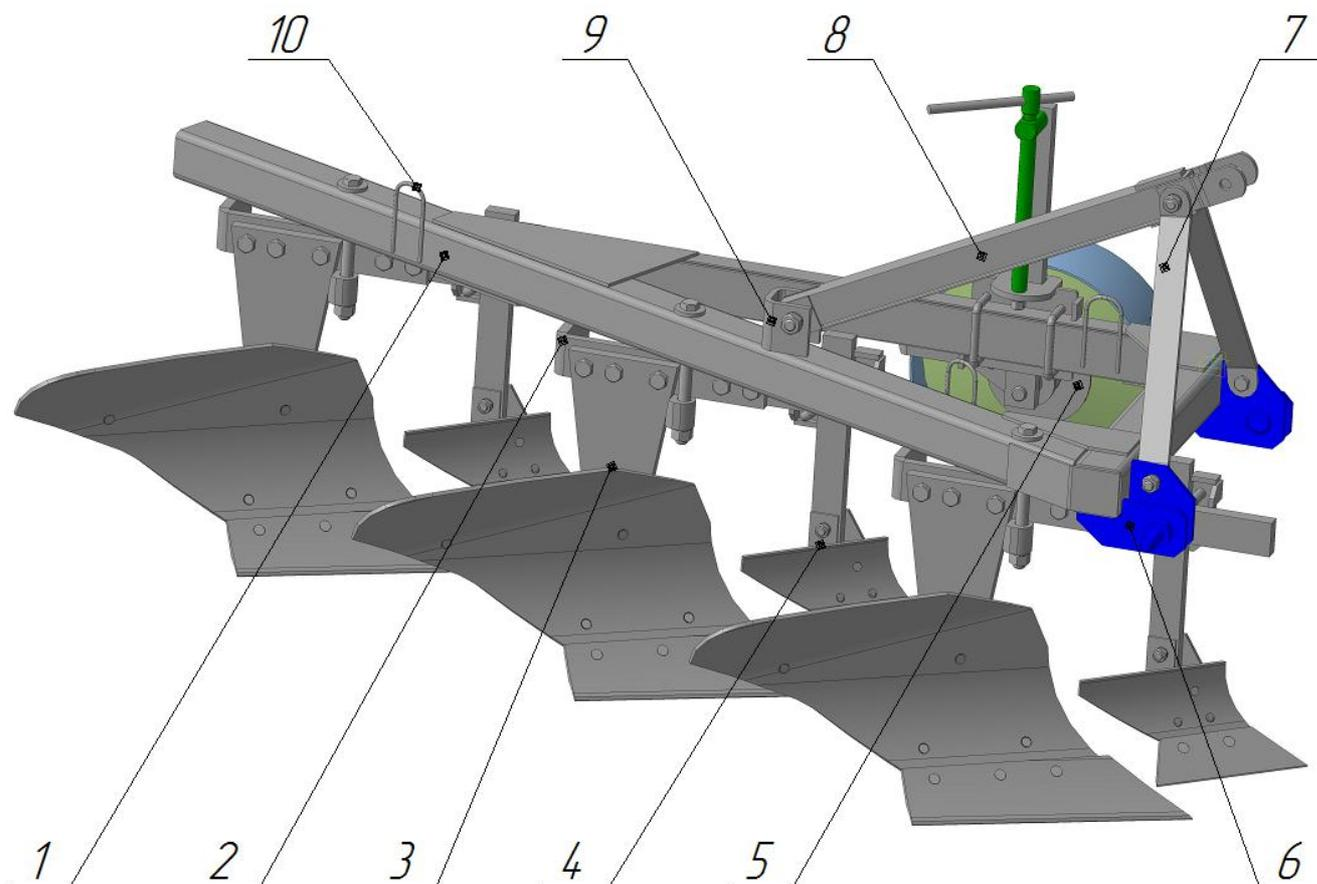

Рисунок 1 – Устройство ПЛН 3-35
Плуг навесной ПЛН 3-35 (Рис.1) – представляет собой цельносварную раму (1), сваренную из профильных труб квадратного сечения и усиленную косынками и накладками из листового металла, с присоединительными элементами (2, 6, 9) для установки на нее рабочих органов – корпусов (3) и предплужников (4), а также элементов системы навески для агрегатирования с трактором – тяги (8) с откосами (7).